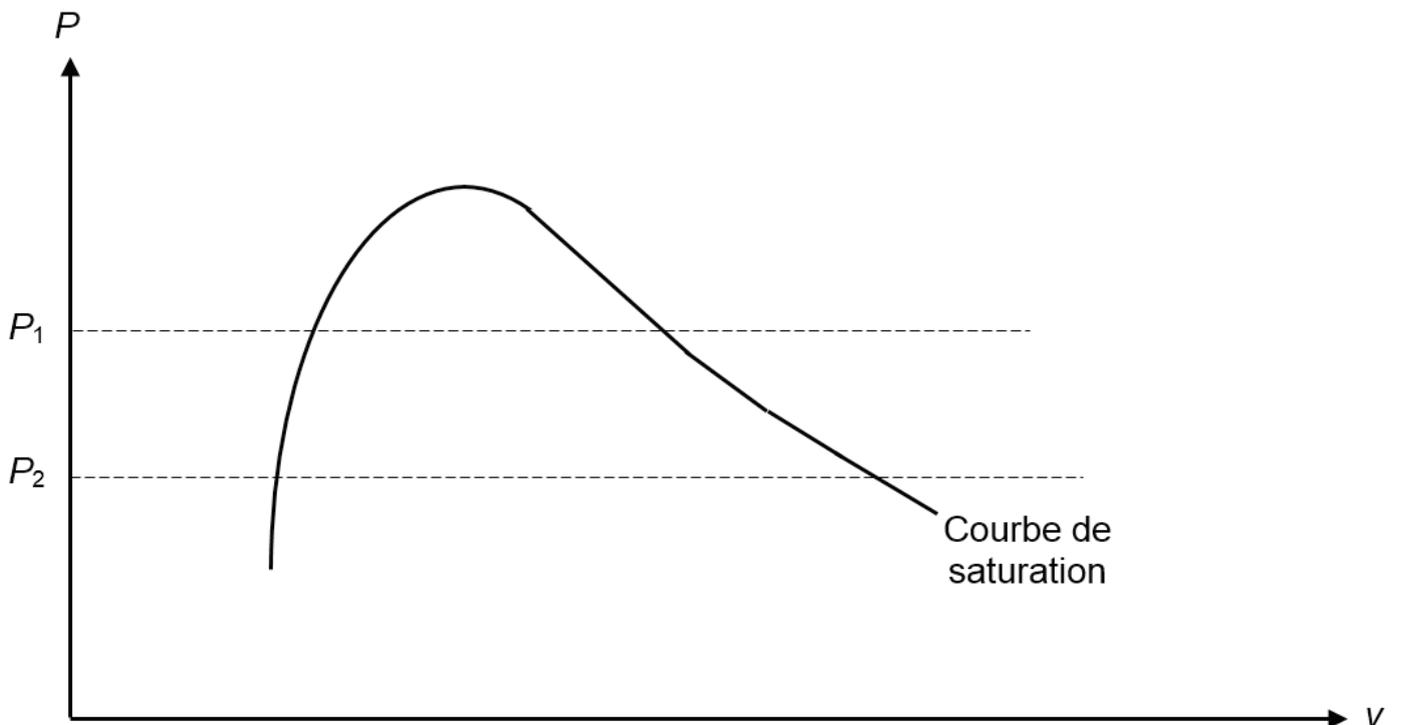

Figure f.3
9. Représenter le cycle complet du fluide R 407C sur les trois figures f.3, f.4 et f.5 des feuilles réponses annexes, en repérant, à chaque fois, les sept points représentatifs **A**, **B**, **C**, **D**, **E**, **F** et **G**. Les diagrammes à compléter sont les suivants :
- diagramme de Clapeyron  $P = f(v)$  (avec  $v$  volume massique du mélange) (figure f.3) ;